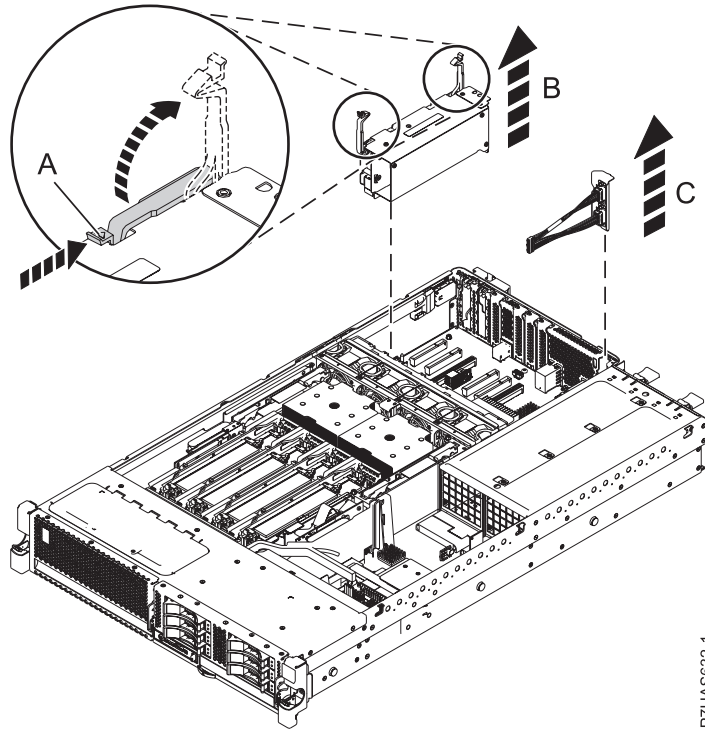
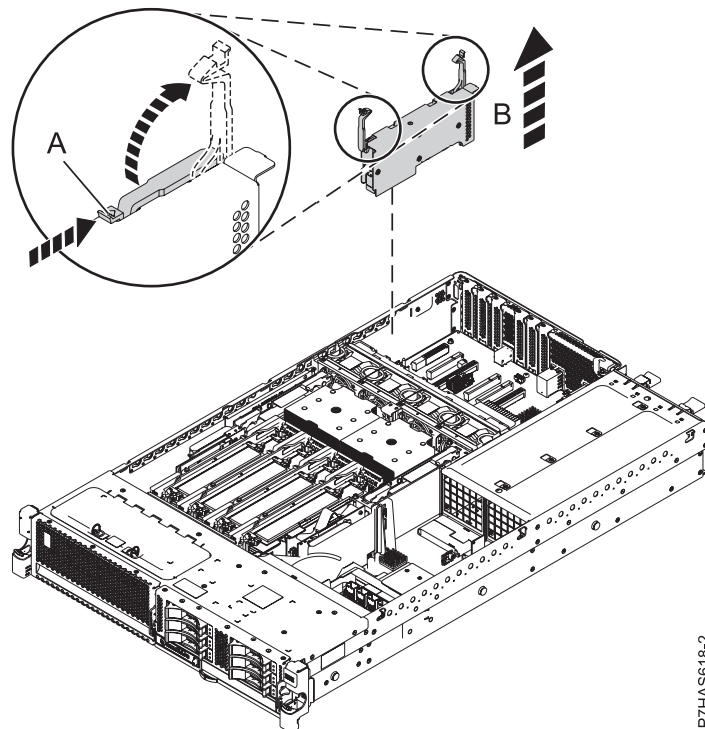

Figura 7. Extracción del adaptador GX (FC EJ0G) de un sistema
Figura 8. Extracción del adaptador GX (FC EJ0H) de un sistema
13. Con el sistema en posición de servicio, desbloquee los pestillos **(A)** del adaptador GX ++ (código de característica (FC) EJ0G o FC EJ0H) **(B)**, como se muestra en la Figura 7 en la página 10 y Figura 8 en la página 10.
14. Levante uniformemente los pestillos **(A)** para situarlos en la posición de abierto, sujete el adaptador **(B)** por los pestillos y levante el adaptador para sacarlo de la ranura GX 2 (P1-C8) del sistema para la FC EJ0G, como se muestra en la Figura 7 en la página 10, o de la ranura GX 1 o 2 para la FC EJ0H, como se muestra en la Figura 8 en la página 10.
- b. Sujete con cuidado el conjunto del cable de SPCN de 2 puertos del FC EJO (C) por la parte superior del cabezal y sepárelo de la ranura 1 de GX (P1-C1), tal como se muestra en la Figura 7 en la página 10.